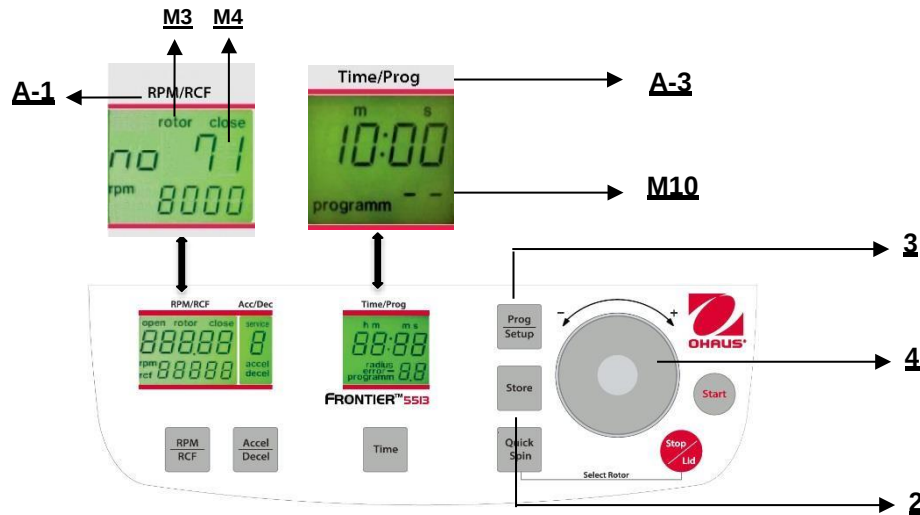

Abbildung. 22
Um gespeicherte Programme aufzurufen, drücken Sie die Taste **"Prog/Setup"** (3) (siehe Abbildung 22), während der Deckel bereits geschlossen ist. Innerhalb der Anzeige **"Time/Prog"** (A-3) erscheint **"programm --"** (M10). Die gewünschte Programmnummer kann vorab mit der Anpassungs Wählscheibe (4) ausgewählt werden. Auf den entsprechenden Anzeigen erscheinen die gespeicherten Werte für dieses Programm. Wenn sich der falsche Rotor für das vorab ausgewählte Programm innerhalb der Zentrifuge befindet blinkt auf der Anzeige **"RPM/RCF"** (A-1) das Wort **"rotor"** (M3). Gleichzeitig werden das Wort **"FALSE"** und die gespeicherte Rotornummer **"xx"** (M4) abwechselnd blinken.
Um den Programmmodus zu verlassen, drücken Sie lediglich die Taste **"Prog/Setup"** (3) (siehe Abbildung 22). Dann erscheint innerhalb der Anzeige **"Time/Prog"** das Wort **"programm"**.